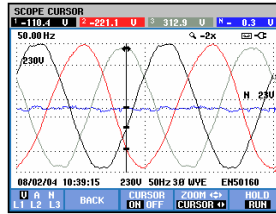

Abbildung 17-2. Anzeige Signalform mit Cursor
- Drücken Sie F3, um den Cursor einzuschalten. Mit den Pfeiltasten nach links/rechts bewegen Sie den Cursor horizontal entlang der Signalformen. Der Wert der Signalformen an der jeweiligen Cursorposition wird in der Kopfzeile des Bildschirms angezeigt, wie in Abbildung 17.2 dargestellt.